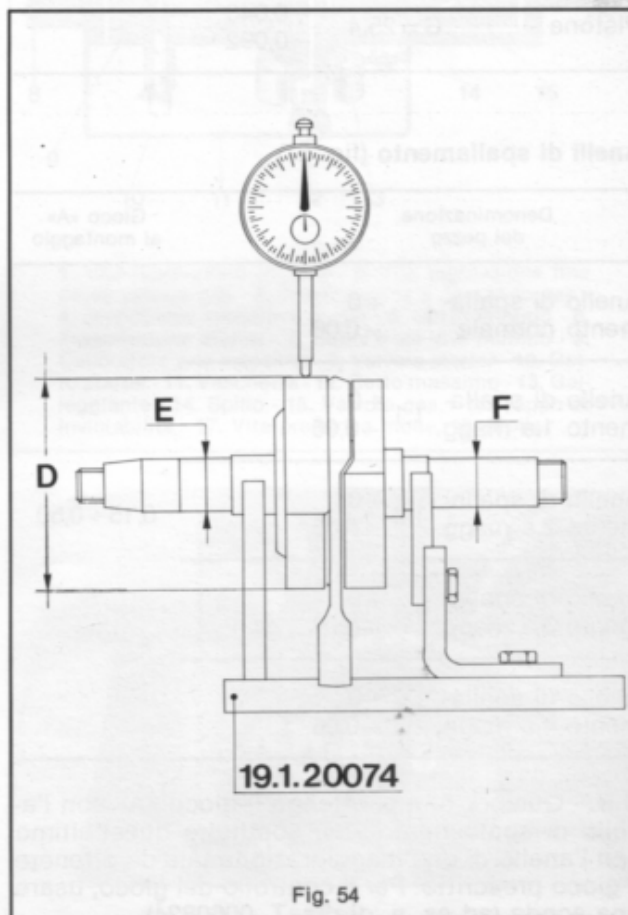

Fig. 54
**Fig. 54 - Controllo allineamento albero motore:** Con l'apposita attrezzatura rappresentata in fig. controllare che le eccentricità delle superfici dei  $\varnothing$  «E» e «F» risultino comprese entro 0,03 mm. (limite massimo di lettura sull'orologio comparatore); controllare inoltre l'eccentricità del  $\varnothing$  «D», per cui è ammessa una lettura massima di 0,02 mm. Nel caso di eccentricità non molto superiori a quelle prescritte, **eseguire la raddrizzatura** dell'albero agendo tra i contrappesi con una zeppa o serrandoli in morsa (dotata di boccole di alluminio) a seconda delle necessità.